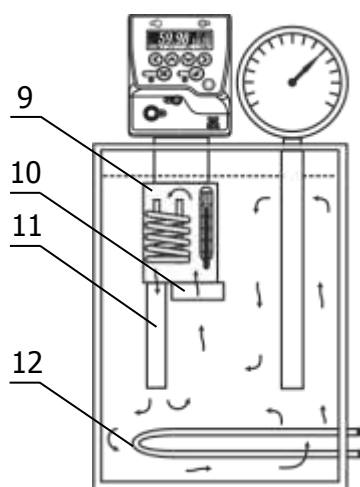

Рисунок 2 — Принцип работы термостата
1.4.4 Охлаждение теплоносителя происходит посредством теплообмена с окружающей средой или с охлаждающей жидкостью, пропускаемой через встроенный теплообменник 12 (рисунок 2).